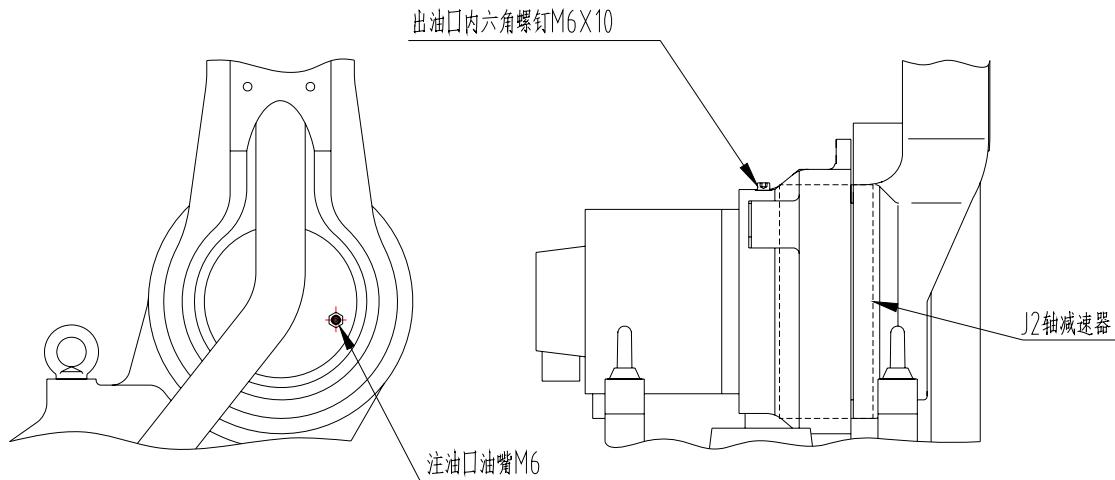

图 12 J2 轴减速机局部结构
#### (1) 油脂补充步骤 (参考 图 12 J2 轴减速机局部结构)
- ④ 安装注油口堵塞;
- ⑤ 安装出油口堵塞前, 运动 J2 轴几分钟, 使多余的油脂从出油口排出;
- ⑥ 用布擦净从出油口排出的多余的油脂, 安装出油口堵塞。
#### (2) 油脂更换步骤 (参考 图 12 J2 轴减速机局部结构)